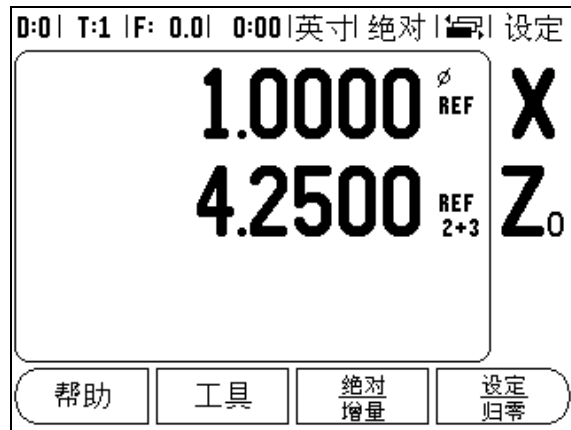

图 II.4 连接 Z 轴
- ▶ 按显示单元后板上相应的编码器输入接口的数字键。按“+”或“-”软键将第2个输入与第1个输入接口连接。输入的数字显示在轴符旁，代表它是一个连接位置（例如“2+3”）。参见图 II.4。
要连接 Z0 和 Z 轴并将结果显示在 Z0 上，按住 Z0 键约 2 秒钟。Z 轴位置的合计值将显示在 Z0 上，Z 轴显示为空。参见图 II.4。